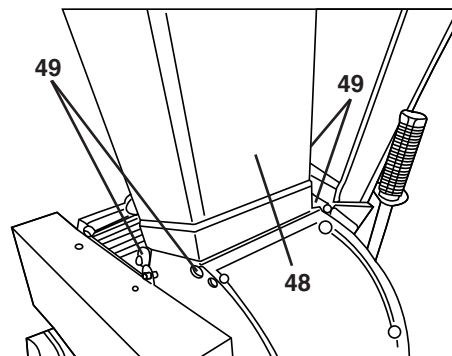

Figure 41
- Retirer la trémie supérieure (48) en desserrant (non pas en dévissant) les 4 vis de fixation (49) (SW 15) (voir « Figure 41 »). Notez que la tige filetée (43) pour le commutateur de sécurité doit être d'abord dévissée vers le haut (voir Page 7).
- Reposer maintenant la trémie supérieure (48) sur la déchiqueteuse. S'assurer que la tige filetée entre dans la fixation du commutateur de sécurité, resserrer les 4 vis de fixation (49) (SW 15) (voir « Figure 41 »).
- Retirer la trémie supérieure (48) en desserrant (non pas en dévissant) les 4 vis de fixation (49) (SW 15) (voir « Figure 41 »). Notez que la tige filetée (52) pour le commutateur de sécurité doit être d'abord dévissée vers le haut.
- Reposez maintenant la trémie supérieure sur la déchiqueteuse, s'assurer que la tige filetée entre dans la fixation de le commutateur de sécurité. Resserrer les 4 vis de fixation (SW 15) (voir « Figure 41 et 45 », page 15).